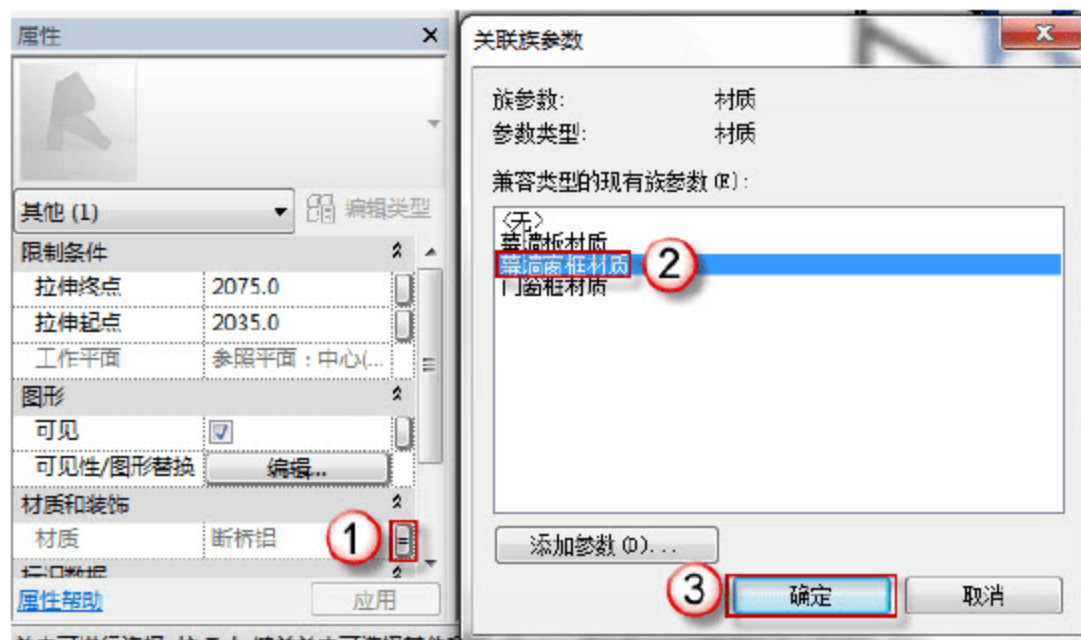

图 7.2.18 添加 MQ6596 转角幕墙窗框材质
(16) 添加 MQ6596 转角幕墙窗框材质。选择 MQ6596 幕墙窗框，在 MQ6596 幕墙窗框的“属性”面板中，单击“材质和装饰”栏“材质”右侧的空白按钮，弹出“关联族参数”对话框，在列表框中选择“幕墙窗框材质”选项，单击“确定”按钮，如图 7.2.18 所示。